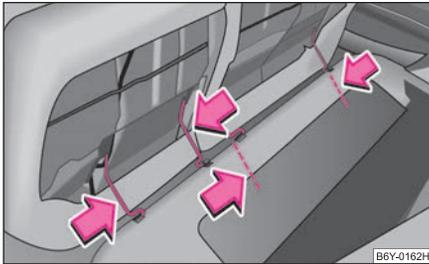

Abb. 54 Rücksitzflächen herausnehmen
- Drücken Sie die Drahtbügel in Pfeilrichtung ⇒ Abb. 54 und nehmen Sie die Rücksitzfläche aus der Halterung.